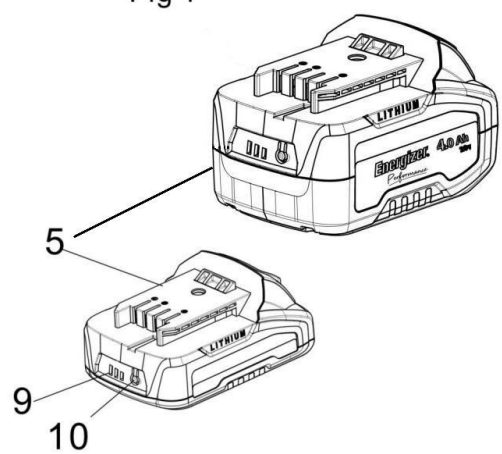

Fig 1a
2) Anzeige der Batteriekapazität (Abb. 1a)